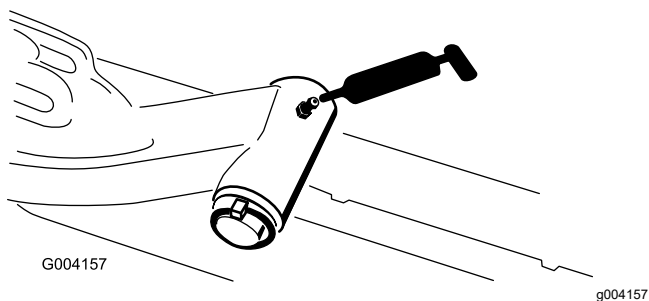

Figure 32
- Axe de pivot des bras de levage (x1) – Figure 32